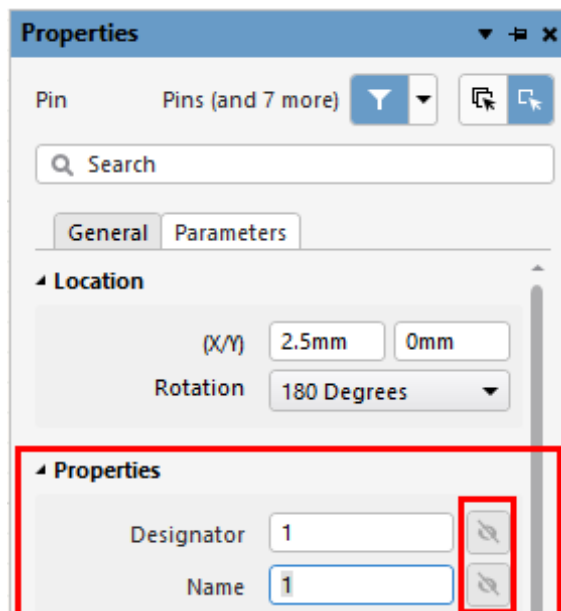

Рис. 1.8. Настройки обозначений вывода *Pin*
1. *Designator* (рис. 1.8). Это значение, которое отображается над выводом и служит для сопоставления вывода и контактной площадки из посадочного места. Поставьте в окошке цифру 1.
2. Имя вывода *Name*, значение которого отображается сбоку от вывода. В резисторе эти выводы (или пины) не отличаются, поэтому в данном случае просто дублируется значение *designator* (рис. 1.8).